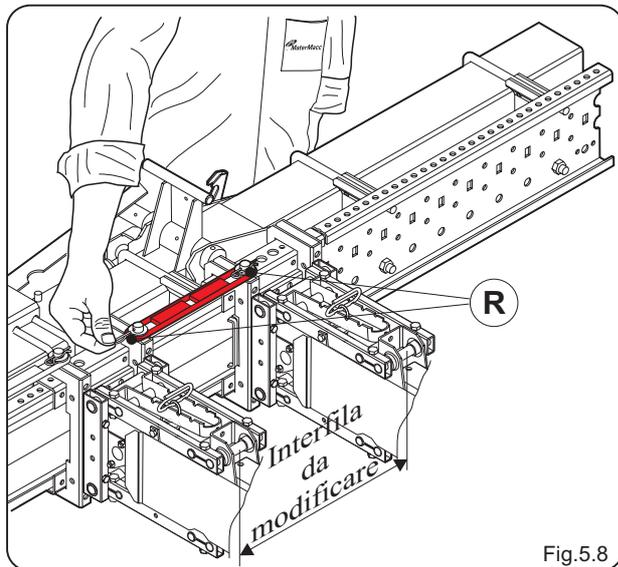

Fig.5.8
- Enlever les fiches **R** et les rondelles (Fig.5.8).